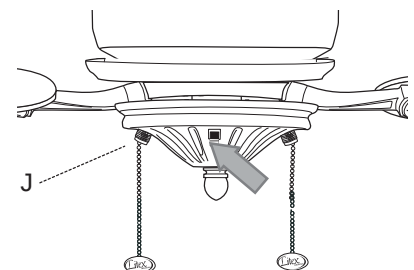

Fig. 3
3. Use el interruptor de reversa, localizado en la caja del interruptor (J), para optimizar el uso del ventilador durante las estaciones. [Fig. 3]